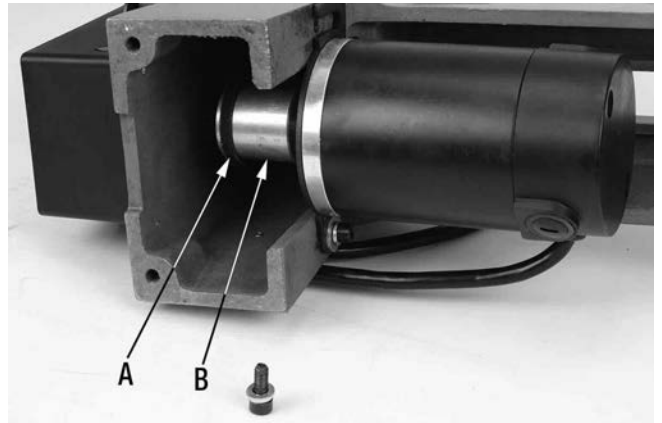

FIGURE 11
2. Placez le tour à bois sur le côté, ensuite pivotez le moteur vers la tête pour réduire la tension sur la courroie. Retirez la courroie (A) Fig.11 située autour de la poulie du moteur (B).